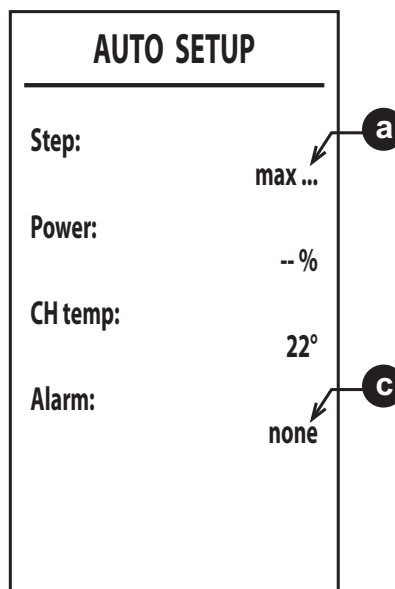

fig. 38
6. Na de inschakeling doorloopt de brander bij verwarming de verschillende vermogens (max, med, min) die aangegeven worden vanaf punt **a** (fig. 38).
8. Wanneer de inschakelingssequentie die beschreven is onder punt **“6”** niet gelukt is, verschijnt de tekst **max\_err** bij punt **a** en een foutcode bij punt **c** (fig. 38).